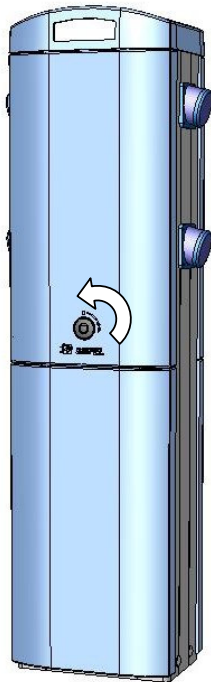
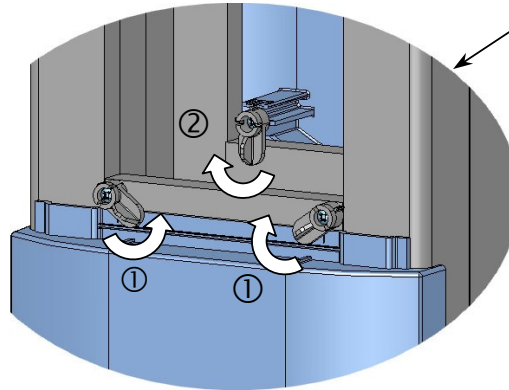

Fig.3
Fig.4
Après avoir ouvert le panneau haut de la face avant (fig.3), actionner les tournilles ① afin de libérer le panneau bas (fig.4).
Pour un accès éventuel par l'arrière de la borne, actionner les 2 tournilles ② du panneau par l'intérieur de la borne (fig. 4).